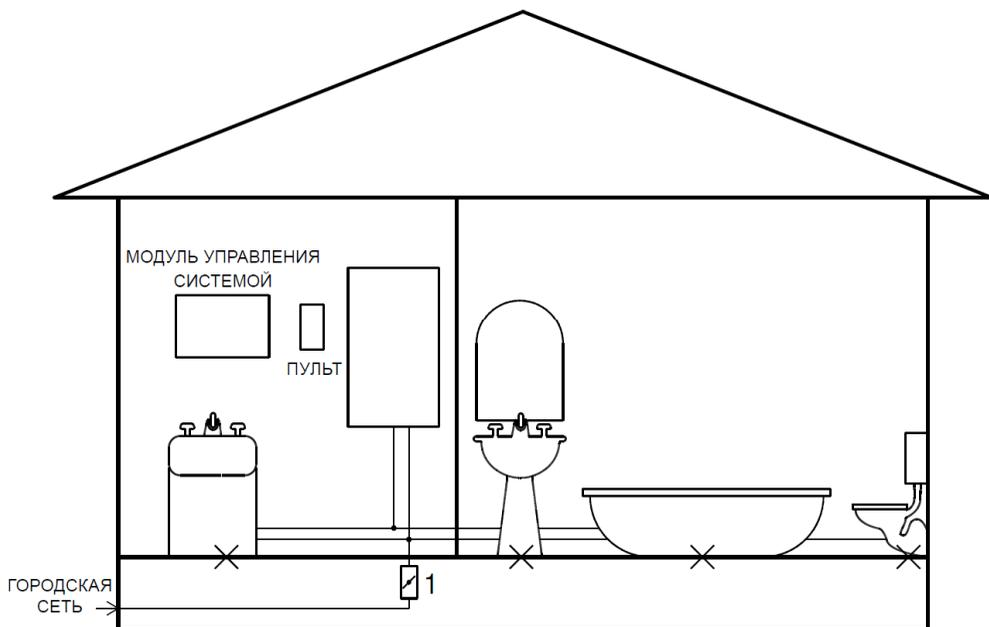

Рисунок 13. Вариант подключения системы 3.
Кран (1) с электроприводом устанавливается, как показано на рис. 13, датчики протечки (X) устанавливаются на полу в местах возможного скопления воды при авариях и протечках (в санузлах, на кухне, под раковинами, унитазами и т. п.)